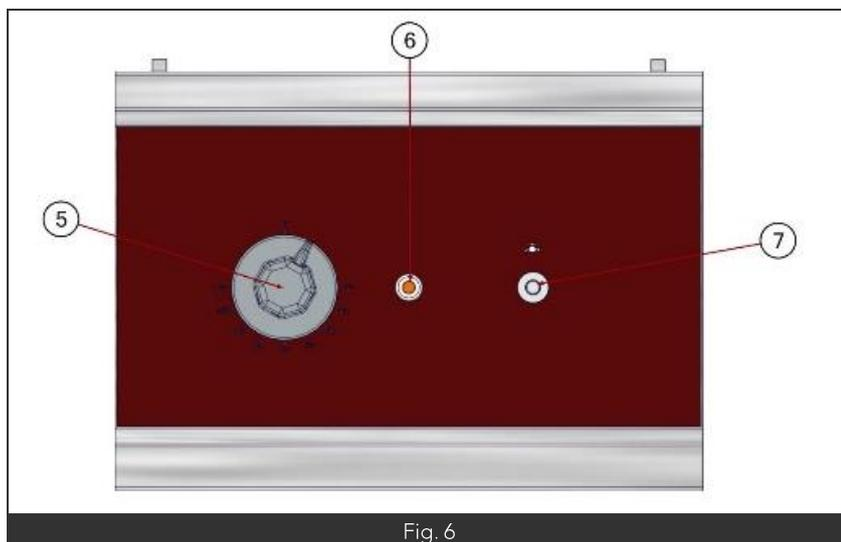

Fig. 6
- Remplir le bac à l'aide du poussoir situé sur le capot émaillé de l'appareil (Fig. 6 – Rep. 7) jusqu'à atteindre le niveau minimum (Visuel ci-contre). Si nécessaire, faire l'appoint en eau en appuyant à nouveau sur le poussoir en fonction du contenant utilisé pour la cuisson.